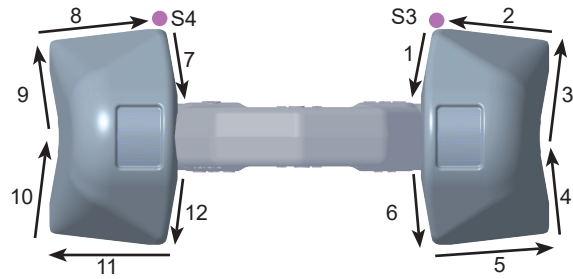

Fig. 2 : Ordre de soudure finitions
- 11 Commencez au point de départ S3 et soudez ensuite les sections 1 - 6 (Fig. 2).